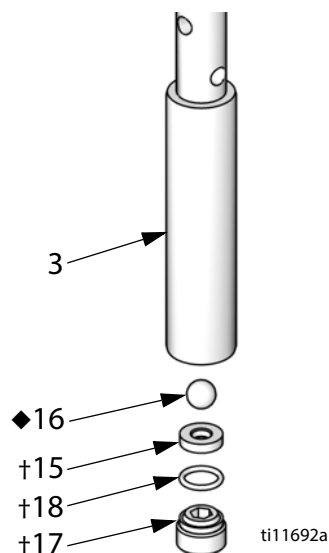

Рис. 5. Замена поршневого шара и седла.
13. Удалите уплотнительное кольцо (18†), седло (15†) и шар (16◆). См. Рис. 5.